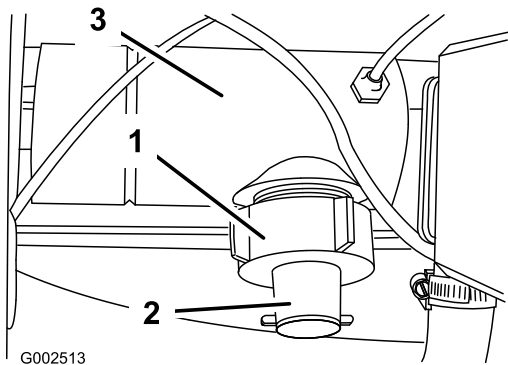

Bild 53
1. Nehmen Sie den Befestigungsdeckel vom Gehäuse des Durchflussmessers ab (Bild 53).